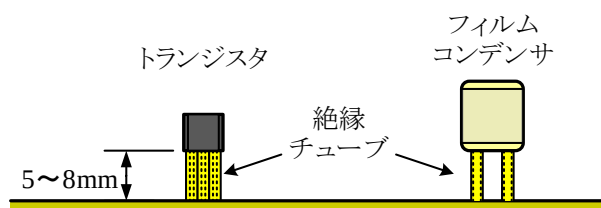

図7 絶縁チューブをかぶせる部品の取付け方
- ④ トランジスタ (TR4), フィルムコンデンサ (C5～C7) は、図7のように絶縁チューブをかぶせて取付ける。基板から部品下端までの高さは、5～8mm とする。